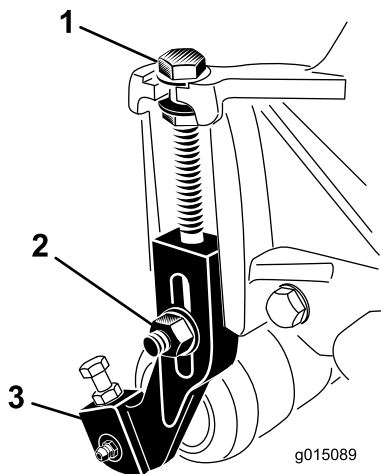

图 17
1. 松开将剪草高度支架固定到滚刀组侧板上的锁紧螺母 图 17。